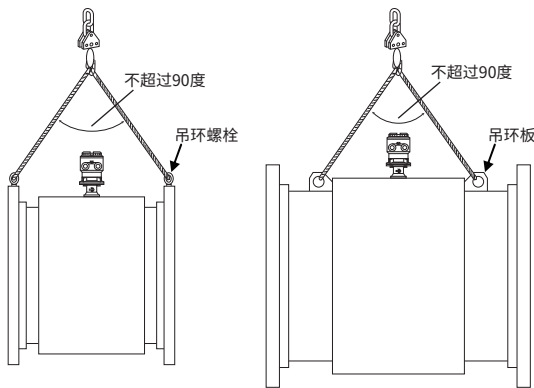

图3.3.1 吊起
- 为了确保安全，请保持吊起角度小于90度，如图3.3.1所示。
(3) 运输和定位